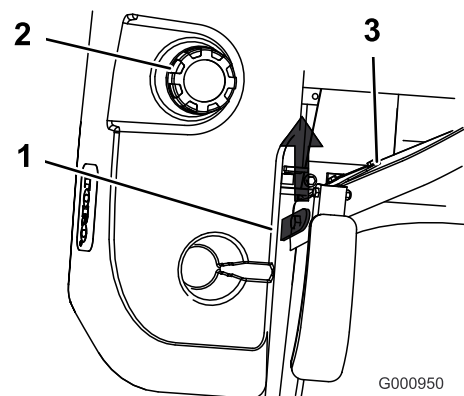

Figura 15
3. Sollevate il sedile (Figura 15).